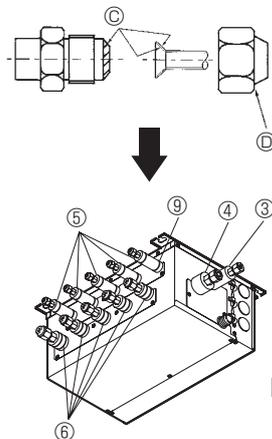

Fig. 7-2
- ⓐ Applicera köldmedelolja på flänssätets hela (Fig. 7-2) yta.